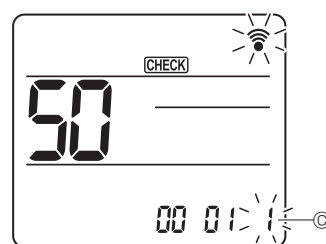

Fig. 6-19
- ④ Selezione del numero di impostazione
Utilizzare il pulsante [50] per modificare il Numero di impostazione ③. (Fig. 6-19)